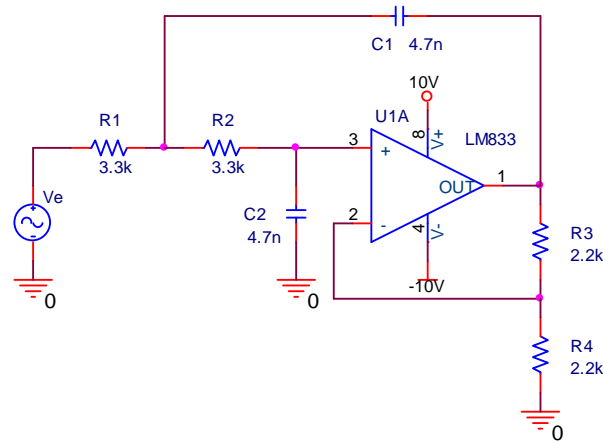

Figura 1
- 1) Arme el filtro activo del circuito de la figura 1 y aliméntelo con $\pm 10V$. Tenga cuidado al polarizarlo.